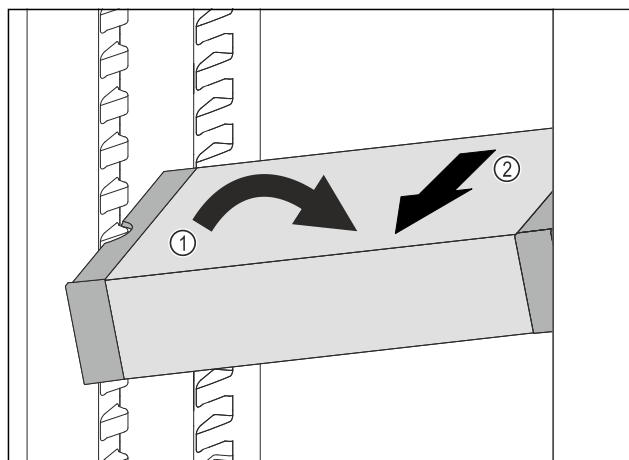

Fig. 131
- Incliner le VarioSafe dans la partie réfrigérateur. Fig. 131 (1)
- Sortir le tiroir VarioSafe par l'avant. Fig. 131 (2)